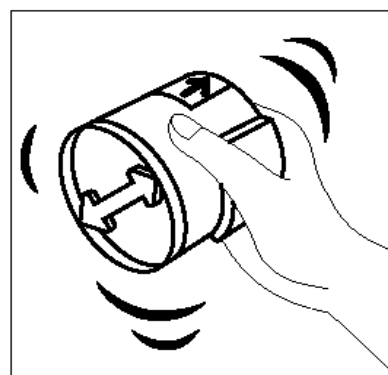

Figure 11 : Libération des particules de toner dans la cartouche
- 6** Secouez-la (voir la figure 11).